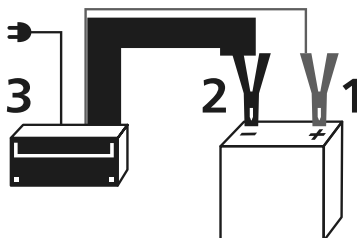

Fig. 2 – Secuencia para conectar el cargador en la batería
5 - Conecte la garra roja del cargador en el polo positivo de la batería (posición 1 de la fig. 2).
6 - Conecte la garra negra del cargador en el polo negativo de la batería (posición 2 de la fig. 2).
7 - Conecte el enchufe en la toma de corriente (posición 3 de la fig. 2).
- 10 - Desconecte el enchufe de la toma de corriente (posición 3, fig. 2).
- 11 - Desconecte la garra negra del polo negativo de la batería (posición 2, fig. 2).
- 12 - Desconecte la garra roja del polo positivo de la batería (posición 1, fig. 2).